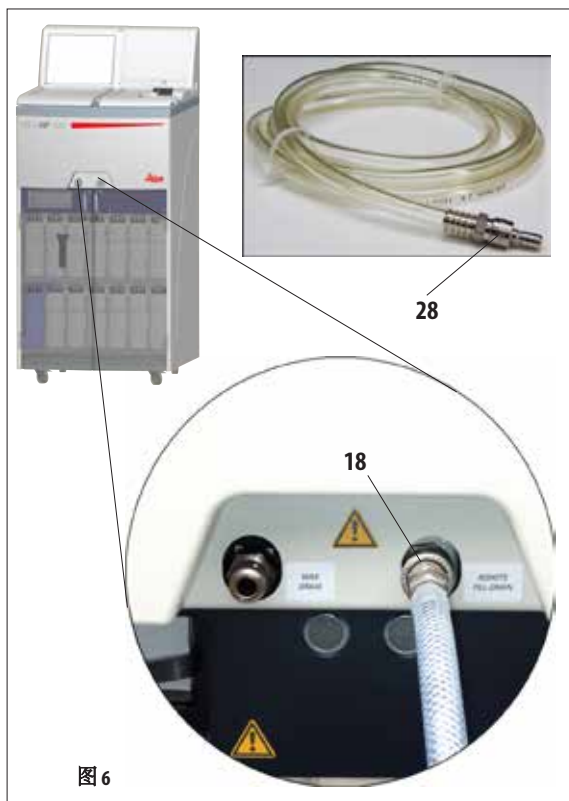

图6
- 将提供的外接填充/排液软管连接到仪器前面的外接排液接头 (参见图 6)。